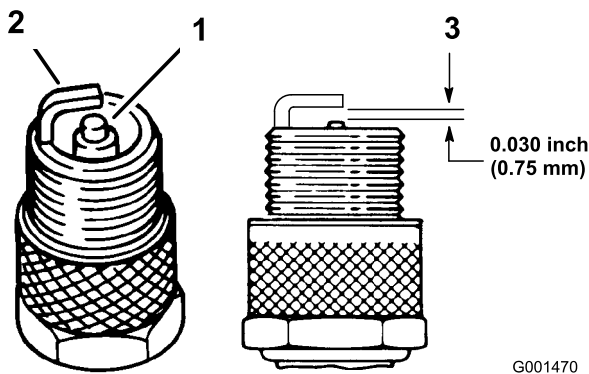

Bild 38
1. Sehen Sie sich die Mitte der Zündkerzen an (Bild 38). Wenn der Kerzenstein hellbraun oder grau ist, ist der Motor richtig eingestellt. Eine schwarze Schicht am Kerzenstein weist normalerweise auf einen schmutzigen Luftfilter hin.
3. Prüfen Sie den Abstand zwischen den mittleren und seitlichen Elektroden (Bild 38). Verbiegen Sie die seitliche Elektrode (Bild 38), wenn der Abstand nicht stimmt.
3. Schließen Sie die Zündkerzenstecker an die Zündkerzen (Bild 38).